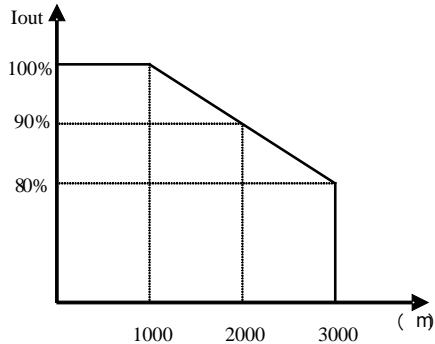

Fig. 1-7 Déclasséement du courant de sortie du variateur en fonction de l'altitude
- Le déclasséement doit être pris en considération lorsque le variateur est installé à haute altitude soit à plus de 1 000 m. En effet, la puissance de ventilation du variateur se détériore du fait de la rareté de l'air, comme démontré sur la Fig. 1-7 qui indique le rapport entre l'altitude et l'intensité nominale du variateur.